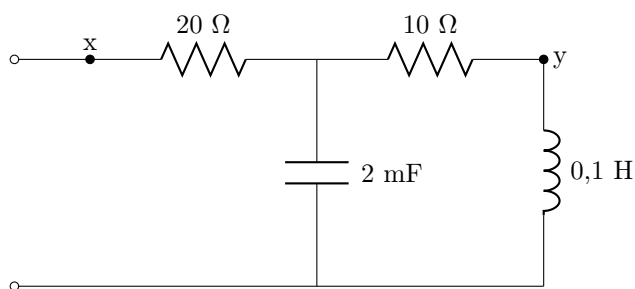

Figura 4.9: Circuito del problema 37.
37. Sea  $\omega = 100$  rad/s en el circuito de la figura 4.9. Encuentra a) la impedancia de entrada,  $Z_{\text{entrada}}$ ; b)  $Z_{\text{entrada}}$  si se conecta en cortocircuito x con y.